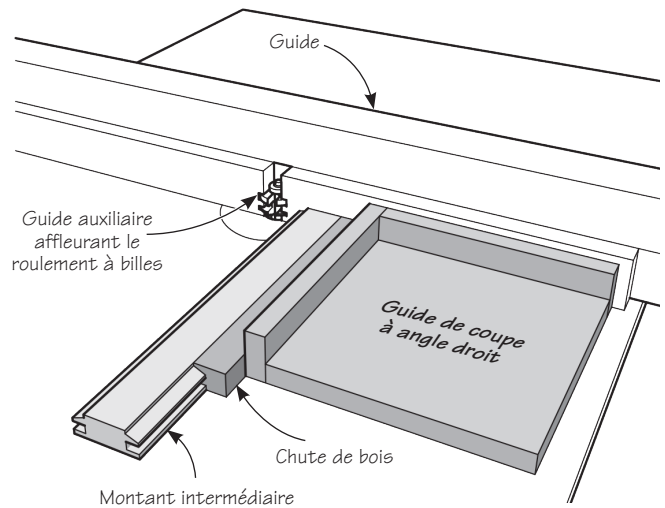

Figure 10 : Utilisation d'un guide de coupe à angle droit
9. Utilisez un guide de coupe à angle droit pour façonner les bouts des montants intermédiaires et des traverses – voir la **figure 10**. Utilisez une retaille sur laquelle vous aurez pratiqué une coupe à contre-profil pour soutenir les montants intermédiaires et les traverses afin de prévenir l'arrachement.